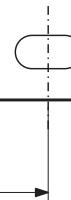

Fig.1
2. Serrar y sacar del centro del lado inferior del parachoques una parte de 75 mm de ancho y 160 mm de profundidad. (fig. 1).
2. Segare via dalla parte centrale inferiore del paraurti un pezzo largo 75 mm e profondo 160 mm (fig. 1).
2. Wypiąćwać w środkowej części od spodu zderzaka odcinek szerokości 75 mm i 160 mm w głęb (fig. 1).